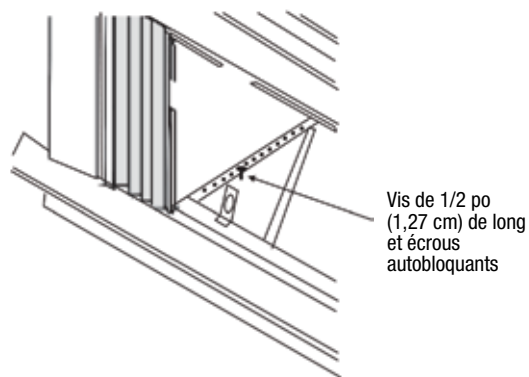

FIG. 16
3. Installez les pattes de support (avec les supports d'angle de l'appui attachés) pour corriger le trou dans le bas du caisson comme illustré à la Fig. 16.